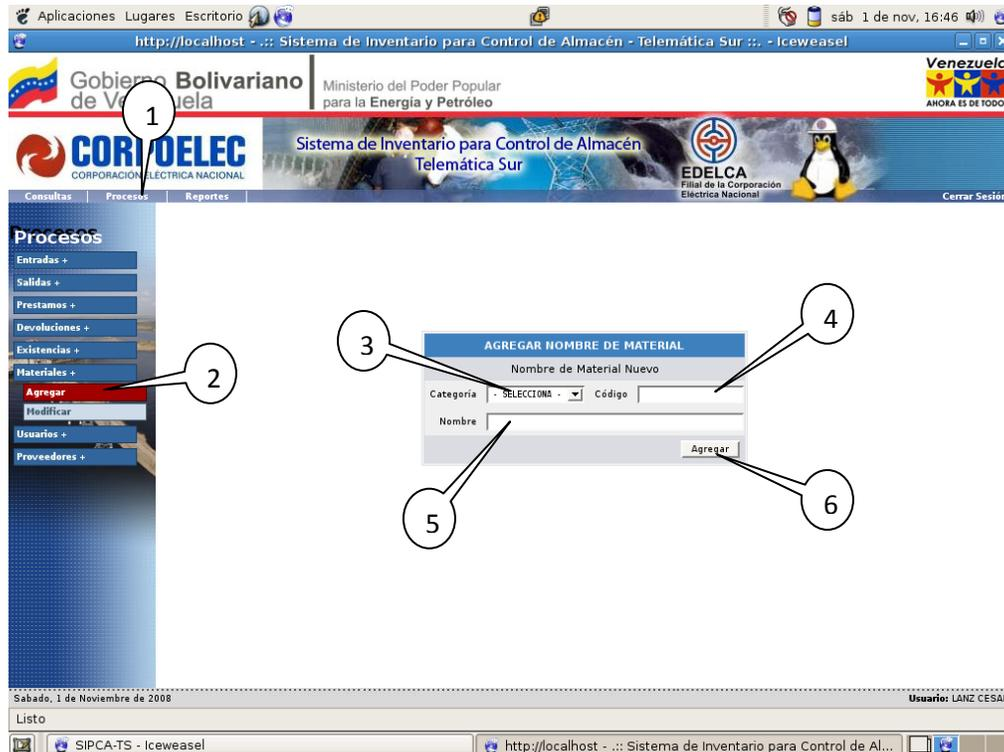

Figura 5.7. Registro de un Nuevo Nombre de Material.
Para agregar un nombre de material que desea que el sistema maneje se tiene la opción de agregar nombre de material (1, 2), en este proceso se debe seleccionar la categoría del material (3) como por ejemplo si es un equipo, repuesto, equipo de medición o un material; luego introducir un código que consta de cuatro caracteres el cual será el identificador de material (4), y por último el nombre de este material o equipo según sea (5). Podemos establecer el siguiente ejemplo: Si en el sistema se desea que se puedan registrar discos duros de 80GB de capacidad, se debe registrar esta opción como sigue, seleccionamos en categorías que es un “REPUESTO”, en el campo de código le podemos establecer “DD80” (La elección de código es libre, con la restricción de que si está siendo usado por otro material no estará disponible pero ofrece la ventaja de que utiliza el código de colores explicada anteriormente), le damos el nombre de “DISCO DURO DE 80GB” y por ultimo agregar (6). Ver figura 5.7.